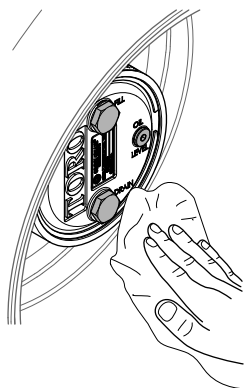

Figura 70
3. Pulite l'alloggiamento degli ingranaggi planetari e la scatola del freno (Figura 70).